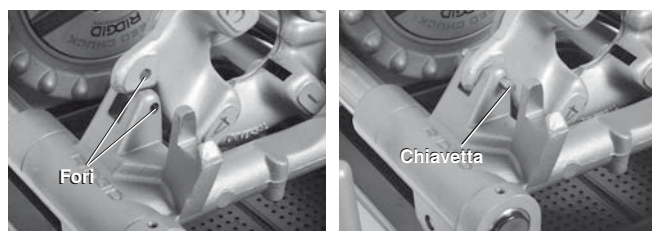

Figura 24 – Trattenimento in posizione della Testa di filettatura sinistrorsa
1. Inserire una chiave $\frac{5}{16}$ " lunga 2" attraverso i fori nel supporto del carrello e la testa di filettatura sinistrorsa per trattenere in posizione (vedere Figura 24).